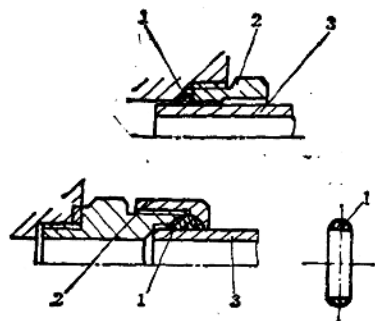

图6-1-21 压缩圈管接头
① 管接头各部分尺寸和螺纹的螺距应按表6-1-9所列数据选用和制造。
② 垫圈座的内径与接头上的压紧垫圈的凸肩的直径配合间隙不能过大，保持在 0.1mm 之内，以免塑料垫圈被挤出来。
③ 与垫圈接触的两端面要平整，并应垂直于其轴心线。
④ 在安装时，必须把管子校正到合适位置，使之与相接的管接头能很自然地对接，没有翘曲。
3) 压缩圈管接头 如图6-1-21所示的管接头，管子端部需要旋压一道圆滑的沟槽，套上螺母和压缩圈。